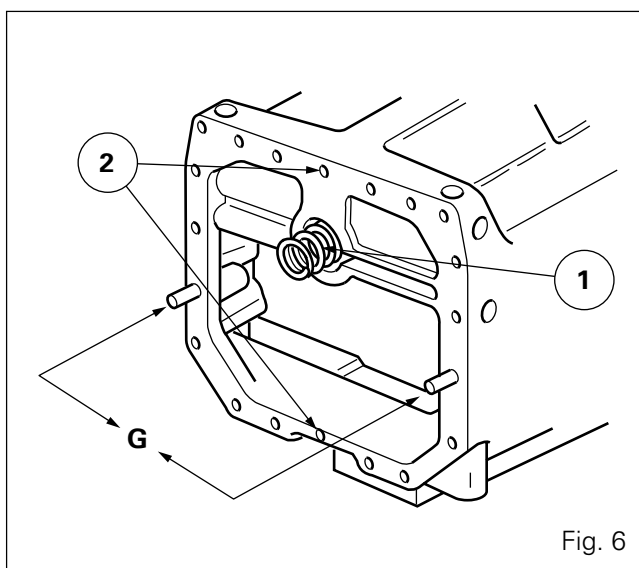

Fig. 6
Serrer les vis (Fig. 6 et 7) :
25. Vérifier la présence du ressort (1) dans l'embrayage de prise de force et la présence des pions de centrage (2) (Fig. 6).
28. Visser deux goujons guides "G" sur le carter (Fig. 6).